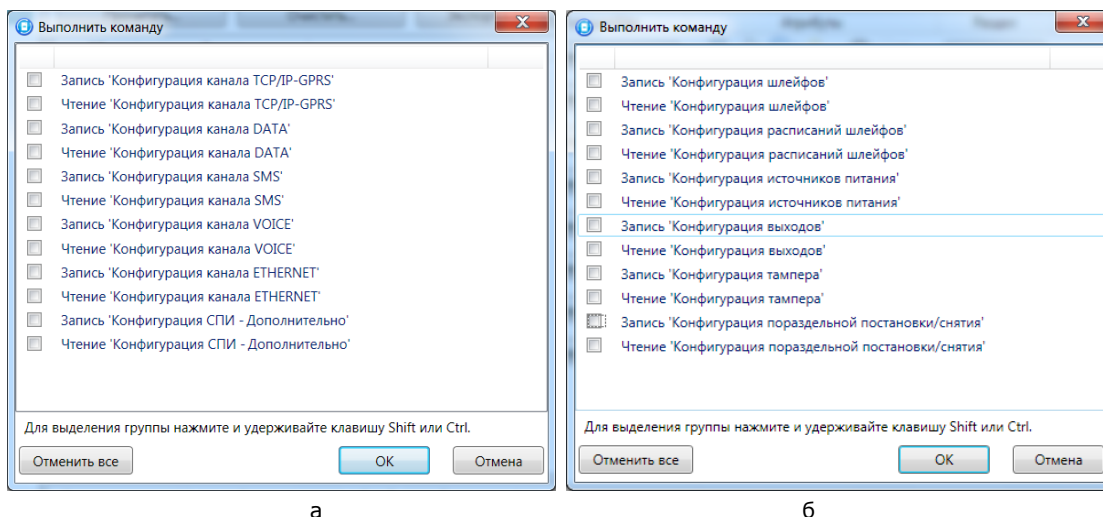

Рис. 9.2. Окно *Выполнить команду* (а — конфигурация СПИ, б — конфигурация ПКП)
**Выполнить команду:** открытие окна *Выполнить команду* (рис. 9.2), с помощью которого можно записать или считать отдельные группы параметров (актуально при медленной скорости передачи данных или тарификации по объему передачи данных).